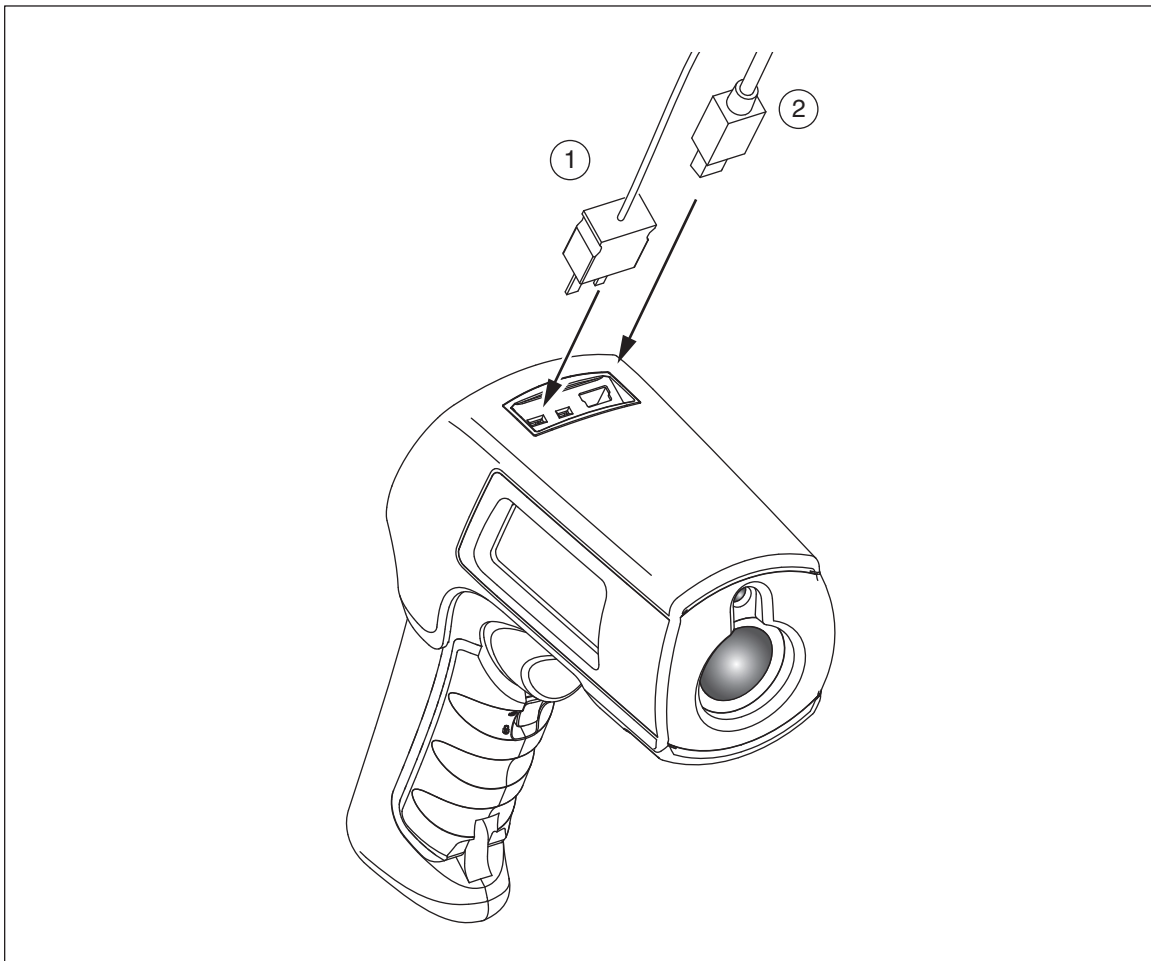

Рисунок 7. Термопара и разъемы USB
Данные, сохраненные в термометре 568, можно загрузить на персональный компьютер (ПК) с помощью входящего в комплект кабеля USB и также входящего в комплект ПО FlukeView® Forms Documenting Software. Более подробное описание приведено в документации lukeView® Forms. Вход USB ② расположен сверху термометра рядом со входом внешнего зонда ① (см. рисунок 7).
Термометр поставляется с бусинковым зондом термопары типа К. Зонды подключаются к термометрам через разъем зонда, расположенный сверху термометра (см. рисунок 7).